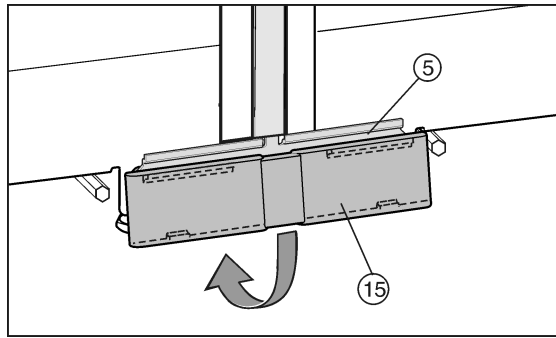

Fig. 11
- ▶ 将下面的盖板 Fig. 11 (15) 从上面放置到连接架 Fig. 11 (5) 上, 并在下面卡住。